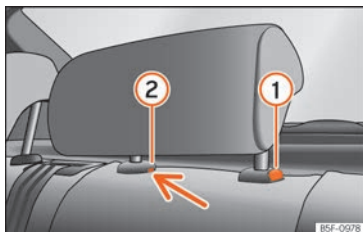

Fig. 159 Apoyacabezas trasero central: punto de desbloqueo.
- Para ajustar el apoyacabezas a una altura menor, pulse la tecla ① »» » fig. 159 y desplácelo hacia abajo.
- Pulse la tecla ① »» » fig. 159, apretando a la vez por el orificio del seguro ② »» » fig. 159 con un destornillador plano de máximo 5 mm de anchura y retire el apoyacabezas.